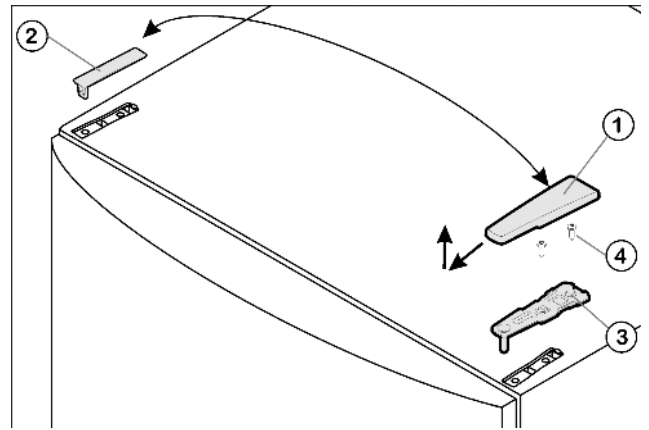

Fig. 5
- ▶ Előre és felfele húzza le a fedelet Fig. 5 (1).
- ▶ Emelje le a fedelet Fig. 5 (2).
- ▶ Csavarozza le az Fig. 5 (3) felső csapágybakját (2 x Torx® 25, Fig. 5 (4)), és felfele húzza le.
- ▶ A felső csapágybakot Fig. 5 (3) helyezze a csuklópánt új oldalán az ajtóba.
- ▶ Csavarozza fel a felső csapágybakot **erősen (4 Nm-es nyomatékkal) - 2 x Torx® 25, Fig. 5 (4)**. A csavarlyukat esetleg pontozza meg, vagy használjon akkus csavarhúzót.
- ▶ A Fig. 5 (1) és a fedelet Fig. 5 (2) mindig kívülről helyezze az ellenkező oldalra és pattintsa fel.